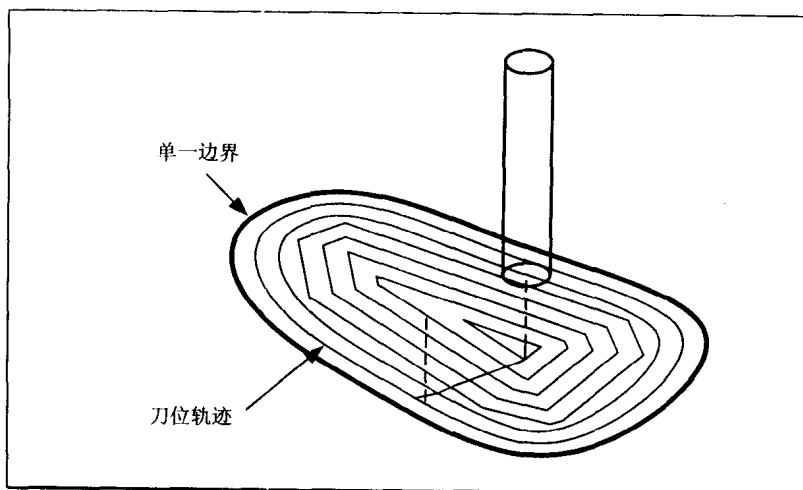

图 1-12 边界几何体
- 4) 边界(Boundary)几何体: 边界几何体一般均指定定义切削移动的区域。这些区域可以是单一的一个边界或一个组合的边界。图 1-12 为一个最简单的单一边界, 以及此边界内的刀位轨迹。